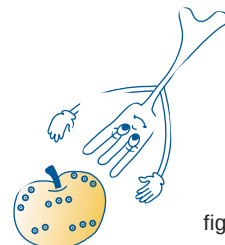

fig. 9
- 3) Voedsel met vel, schaal of schil (bijvoorbeeld: appels, aardappelen, tomaten, worstjes, vis) **dienen op meerdere plaatsen ingeprikt** te worden met een vork opdat de stoom kan ontsnappen en het vel of de schil niet openbarst (fig. 9).